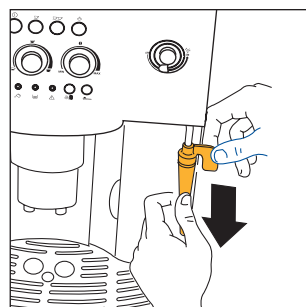

Fig.26
- Retire o bico de vapor do tubo ejetor, puxando-o para baixo (fig. 26).